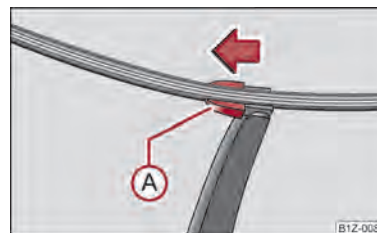

Fig. 39 Balai d'essuie-glace pour lunette arrière
- Ecartez le bras d'essuie-glace de la vitre et positionnez le balai d'essuie-glace à angle droit par rapport au bras d'essuie-glace → fig. 39.
- Avec l'autre main, déverrouillez la sûreté (A) dans le sens de la flèche et retirez le balai d'essuie-glace.